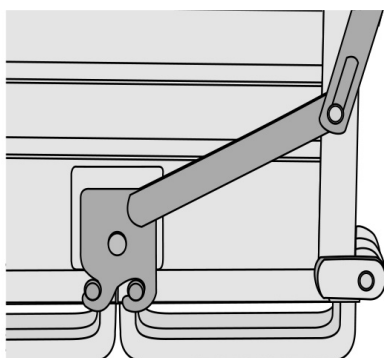

Fig.6.2.12
- 6.2.15 S'assurer que les dispositifs de fixation des fonds sont bien accrochés (**fig.6.2.12 - fig.6.2.13 - fig.6.2.14**).